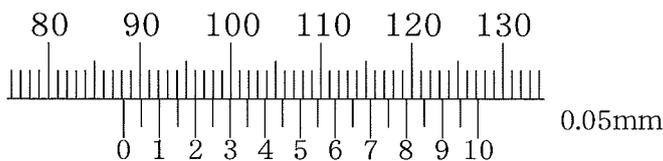

図5
(2) この部品をノギスで測定したところ、図5のようになった。このときの寸法を解答用紙の (d) 欄に、小数第2位まで記入しなさい。